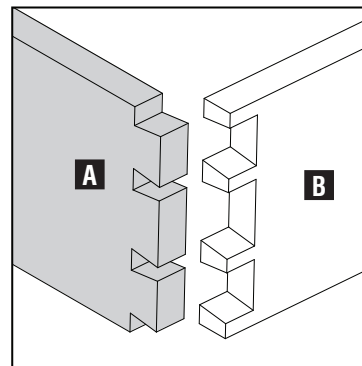

Fig. D1
Avec l'OMNIJIG®, les joints de queues d'aronde transversaux sont faits en coupant en premier le hayon (A.) Fig. D1, et en utilisant une mèche de queue d'aronde. La planche-goujon (B) est ensuite coupée en utilisant une mèche droite.